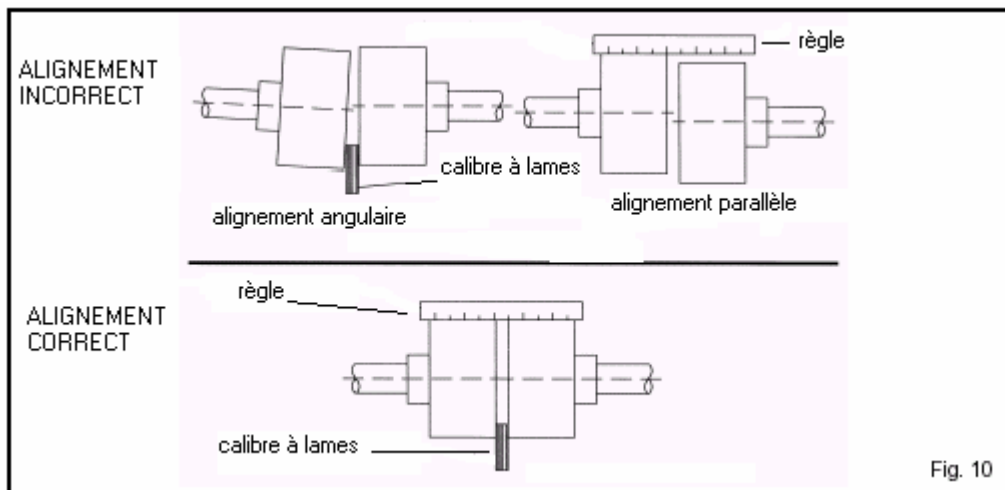

Fig. 10
**Méthode 1** – A l'aide d'une règle et d'un calibre d'épaisseur ou calibre à section décroissante (fig. 10) :